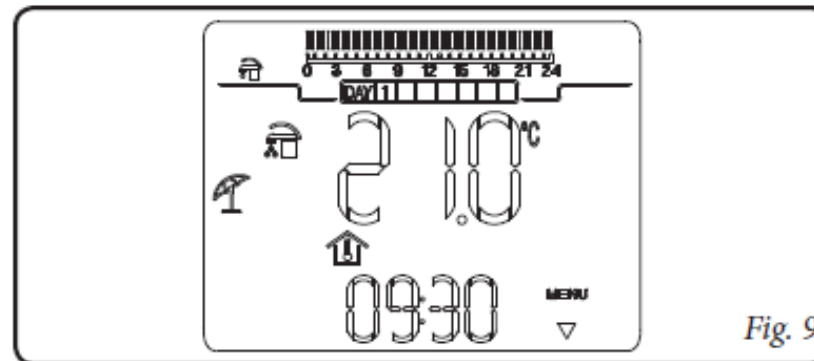

Fig. 9
- Режим «Лето» (†). В этом режиме котел может работать только для производства горячей санитарной воды без отопления помещений. На дисплее отображаются текущие день недели и час, температура помещения и временная шкала с суточным программированием таймера санитарной воды вместе с соответствующими символами (рис. 9).